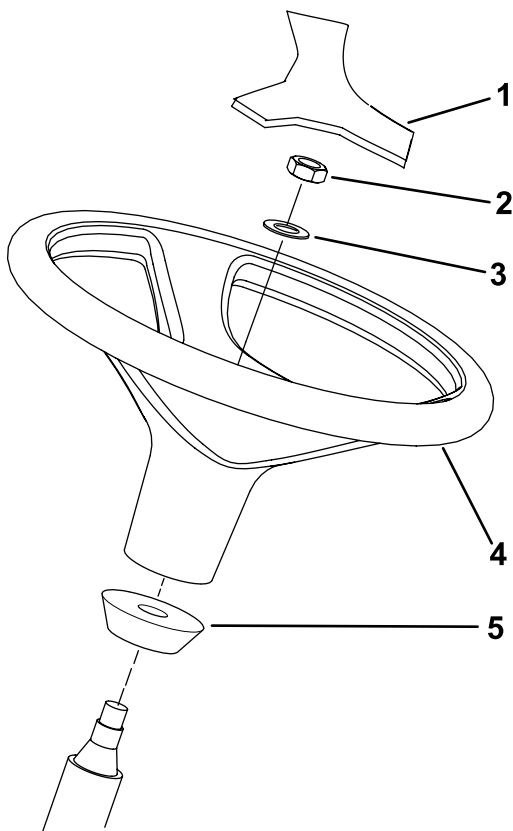

图 14
1. 从运输托架上卸下方向盘图 14。
注意 确保泡沫环保留在转向轴上图 14。
3. 将方向盘和垫圈滑入转向轴图 14。
5. 安装方向盘的盖子图 14。